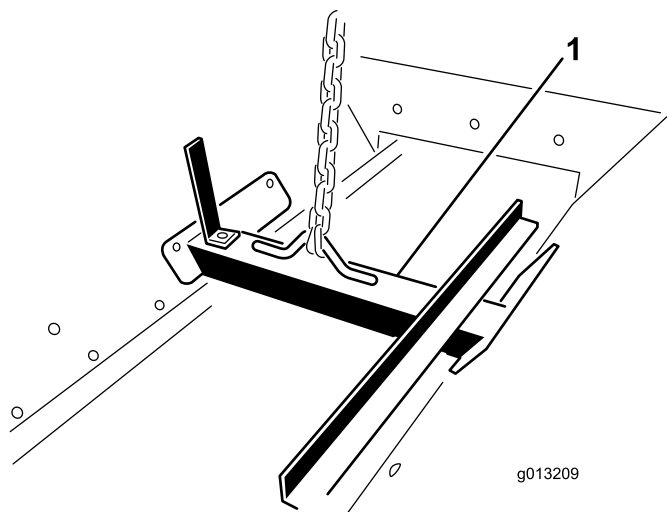

図 16
- ホッパーアセンブリの内側に吊り上げ用のブラケットがついているので、これにホイストを接続する 図 16。